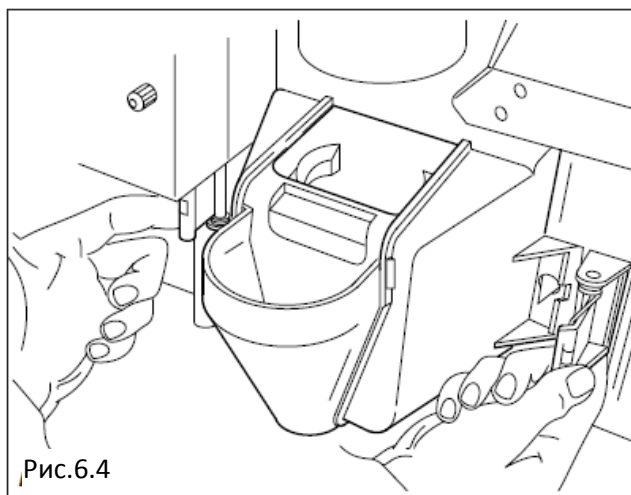

Рис.6.4
- Распределяющая камера (Рис. 6.4)